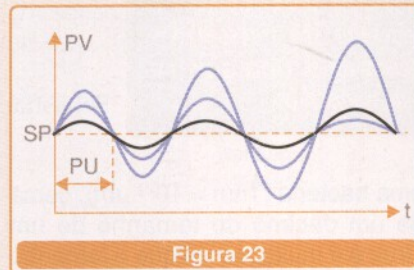

Figura 23
- Aumenta-se o ganho, passo a passo, até que a oscilação fique constante em amplitude e período, como é ilustrado na **figura 23**.